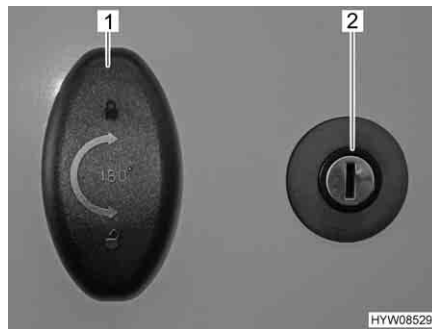

Fig. 59 Serratura della porta del garage
- Inserire la chiave nel cilindro della serratura (Fig. 59,2) e ruotare in senso orario. La chiusura centralizzata è sbloccata.
- Girare la la maniglia della serratura (Fig. 59,1) in senso antiorario di un mezzo giro e aprire la porta del garage.
- Girare la la maniglia della serratura (Fig. 59,1) in senso antiorario di un mezzo giro.
- Inserire la chiave nel cilindro della serratura (Fig. 59,2) e ruotare in senso antiorario. La chiusura centralizzata è bloccata.